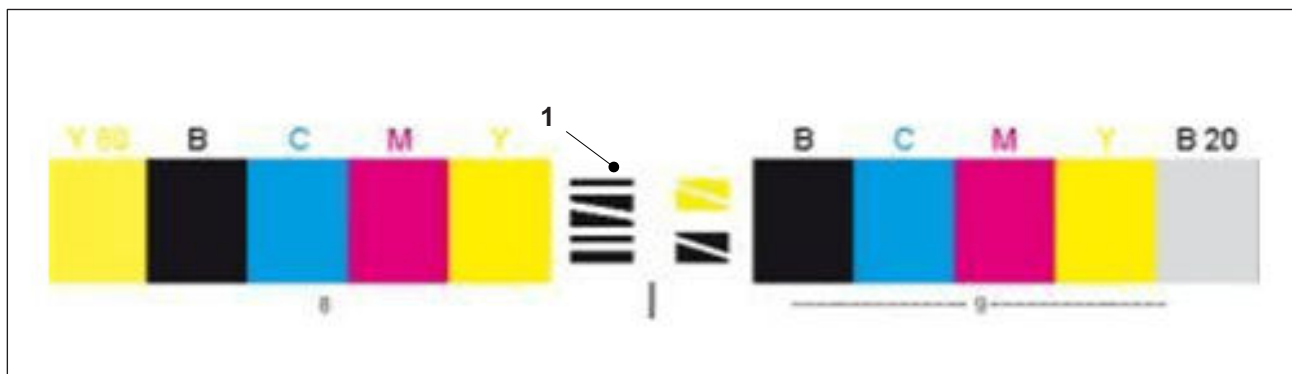

Abb. 32 Positionsmarke Prinect Inpress Control
- Zur automatischen Erkennung des Druckkontrollstreifens befinden sich Positionsmarken (Abb. 32/1) auf den Streifen. Diese Positionsmarken müssen unbedingt vorhanden sein! Andernfalls wird der Druckkontrollstreifen nicht gefunden.